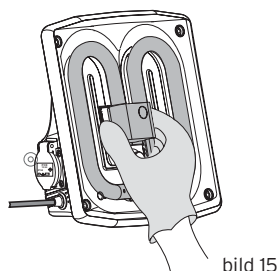

bild 15
5.1.3 För att kunna ta ur den utbrända ljuskäglan, ta tag i ljuskäglans mellersta block och dra ur den (bild 15).